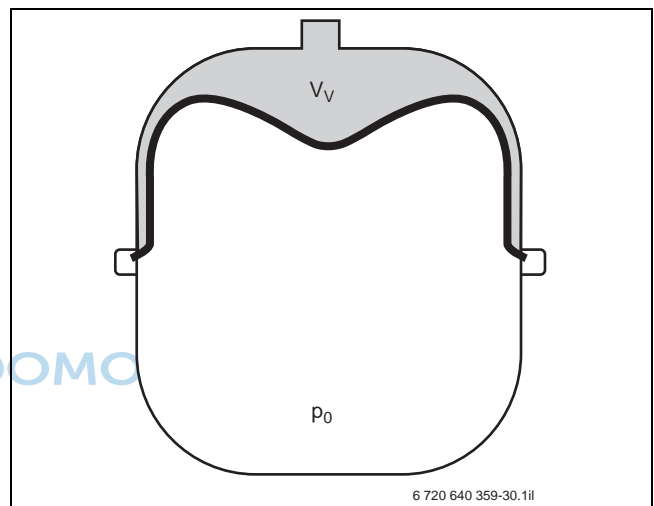

Bild 141 Fülldruck eines Ausdehnungsgefäßes
**Legende zu Formel 12 und Bild 141:**